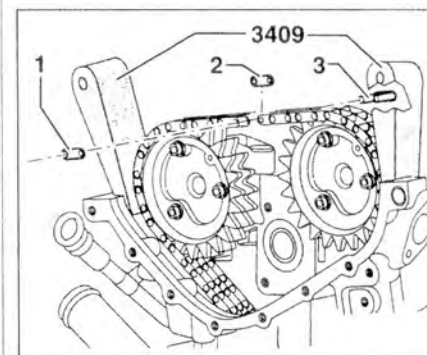

Рис. 2.29. Снимите наружную накладку **1**, среднюю накладку **2** и звено **3** цепи.
12. Снимите наружную накладку **1**, среднюю накладку **2** и звено **3** цепи (рис. 2.29).